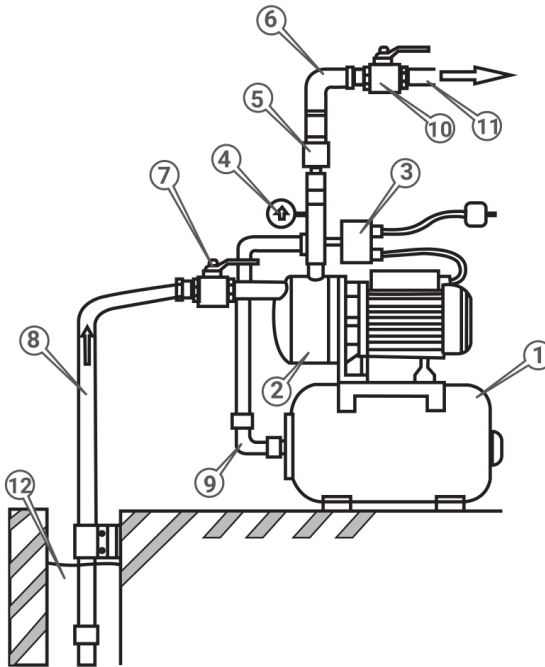

Рисунок 4. Схема монтажу гідроаккумуляторів у систему водопостачання з поверхневим насосом.
3. встановити на насос багатоканальний штуцер та під'єднати реле (3, рис. 4) і манометр (4, рис. 4);
4. суцільний фланець із штуцером (3, рис. 1) гідроакумулятора з'єднати з напірною трубою (9, рис. 4) штуцера насоса;
5. під'єднати насос до джерела водопостачання за допомогою вхідного патрубка насоса (8, рис. 4), а вихідний патрубок насоса (6, рис. 4) до системи водопостачання (11, рис. 4);